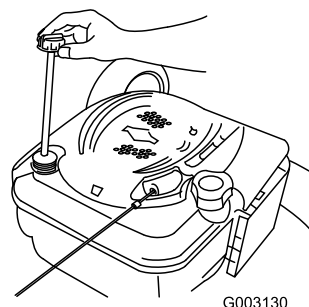

Bild 44
2. Ziehen Sie den Peilstab heraus (Bild 44).